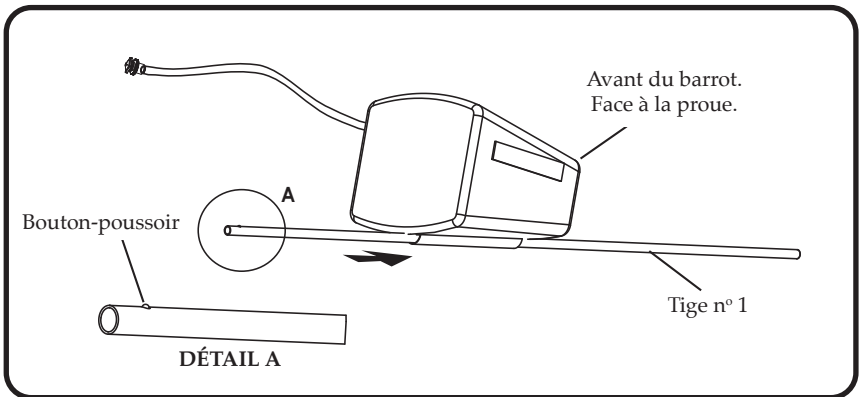

Figure 4
- 4) Une fois les tiges assemblées et le plancher installé, commencez par insérer la tige no 1 dans le manchon situé au bas du barrot avant (laissez-le dégonflé) en vous assurant que l'extrémité numérotée de la tige se trouve à l'arrière du barrot avant. **Voir la figure 4.**